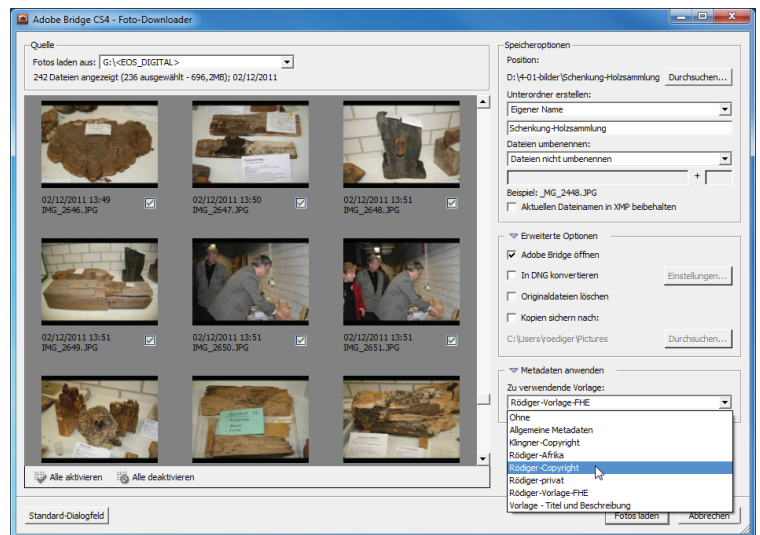

Abb. 12-9: Foto-Downloader
- Beschränkt man sich im ersten Schritt auf die immer wiederkehrenden Copyright-Informationen, so können diese unabhängig vom konkreten Bildinhalt zuallererst den eigenen Aufnahmen angehängt werden. Dies kann bereits beim Laden der Bilder von der Digitalkamera im **FOTO-DOWNLOADER** (Abb. 12-9) geschehen.
- M DATEI | BILDER VON KAMERA ABRUFEN (Abb. 12-9) ► Der FOTO-DOWNLOADER öffnet sich. ► Über FOTOS LADEN AUS: können die Bilder über USB-Kabel oder Speicherkarte eingelesen werden. Bereits vor dem Datentransfer kann entschieden werden, welche Bilder geladen werden sollen.